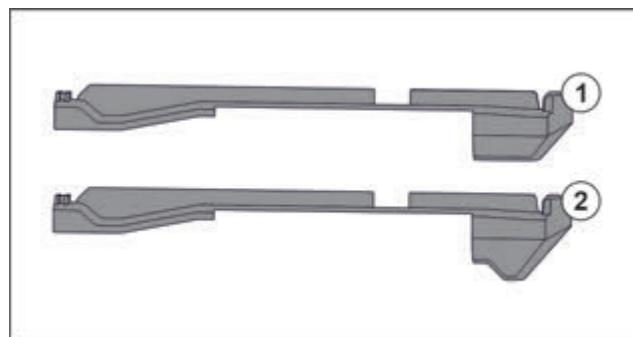

Fig. 108 Порівняння вставних частин
У пристрій є дві різні вставні частини. Вставна частина над самим нижнім висувним ящиком Fig. 108 (2) має трикутний край. Всі інші вставні частини Fig. 108 (1) мають прямий край.
- Розмістити вставну частину Fig. 108 (2) з трикутним краєм над самим нижнім висувним ящиком.
- Розмістити вставну частину Fig. 108 (1) з прямим краєм у всіх інших місцях.